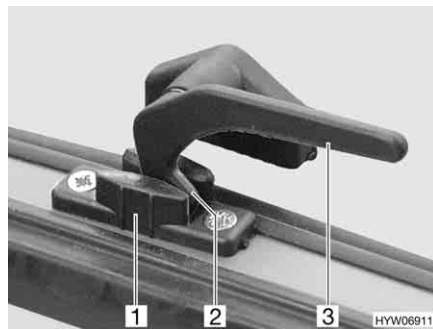

Fig. 48 Levier de verrouillage en position "Aération permanente"
- En position "Aération permanente" (Fig. 48)
- Tourner le levier de verrouillage (Fig. 48,3) d'un quart de tour vers le centre de la fenêtre.
- Remettre le levier de verrouillage en position initiale. Le tenon de verrouillage (Fig. 48,2) doit pénétrer alors dans le logement prévu à cet effet dans le verrouillage de fenêtre (Fig. 48,1).